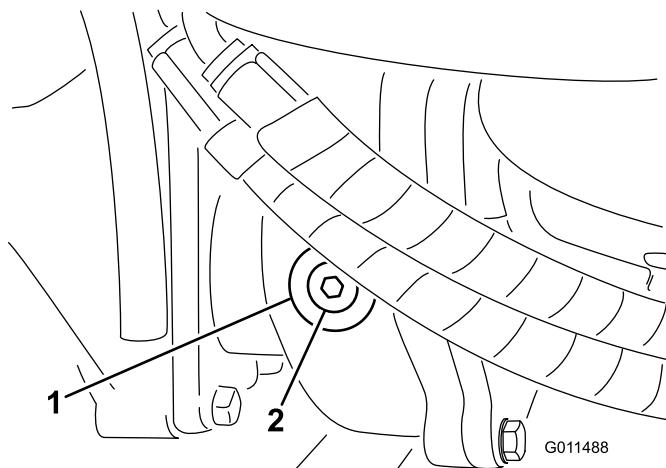

Figura 14
2. Retire o tampão de verificação/enchimento que se encontra na zona esquerda da caixa de engrenagens (Figura 14) e certifique-se de que existe lubrificante até ao fundo do orifício. Se o nível estiver baixo, junte lubrificante suficiente para o nível subir até ao fundo do orifício.